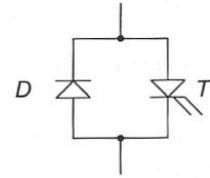

Figure 35
c) Montrer que l'interrupteur K_1 ne peut-être ni une diode, ni un transistor. Le schéma de la figure 35 peut-il convenir ?